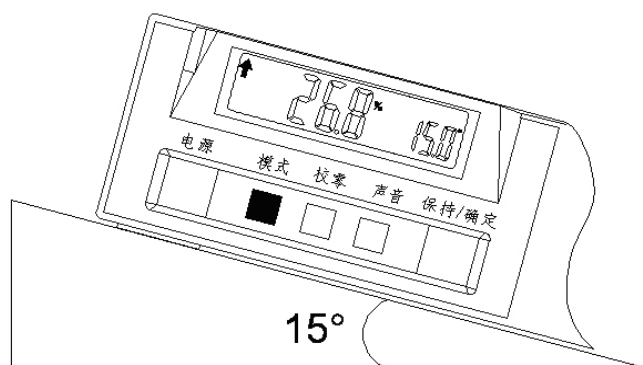

图 G-5
设置方式: 通过【模式】按钮设置, 见图 G-5 所示;
设置方法: 轻压【模式】按钮一次, 切换到高长比测量模式, 坡度计液晶显示区中间显示“%”, 左侧小字体显示测量角度, 右侧大字体显示高长比(即测量角度的正切值), 见图 G-5;
1) 轻压【模式】按钮两次，切换到相对角测量模式，坡度计液晶显示区中间显示“ABS”，见图 G-5；